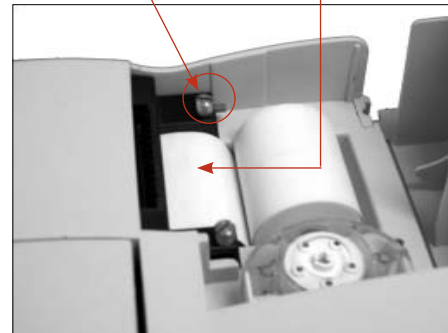

Abbildung B-4: Thermodrucker
- b. Wenn das Analysegerät eingeschaltet ist, führen Sie das Papier in den Zufuhrschlitz des Analysegerätes ein (Abbildung B-4).